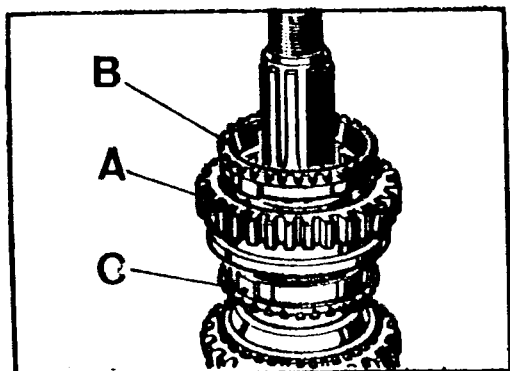

Fig. C-97 Unidad sincronizadora de primera-segunda
NOTA: Antes de apretar el tornillo, A, de fijación (Fig. C-97), del eje intermedio debemos verificar que la holgura longitudinal que este nos ofrece es inferior a 0,13 mm.
- 1.1.2. Retirar el conjunto de la unidad sincronizadora de primera-segunda, A, Fig. C-97, juntamente con los coños, B y C del sincronizador.
- 3.1.3. Montar los conos de bronce, B y C (Fig. C-97) en el sincronizador y -- comprobar el funcionamiento del mismo, desplazando el cuerpo interior a uno y otro lado